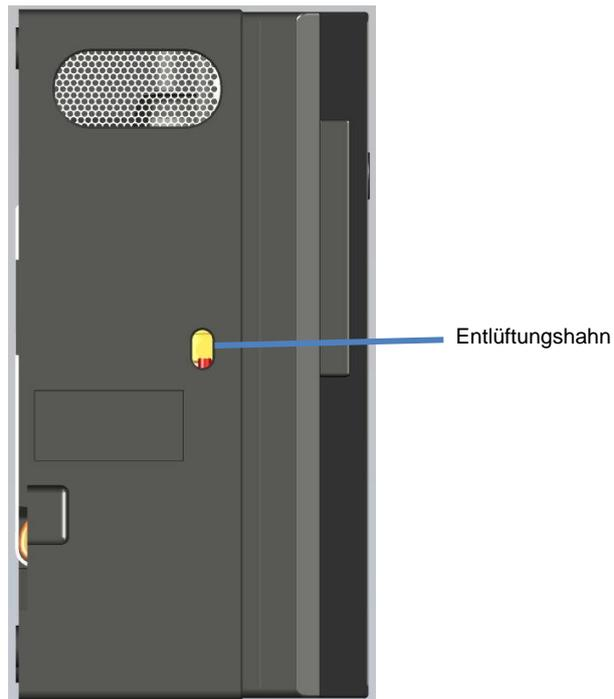

Abbildung 12: Entlüften der Pumpe
2. Entlüftungshahn der Pumpe mittels beiliegenden Steckschlüssels ca. 3-4 Umdrehungen öffnen und 1 Minute geöffnet lassen, bis Wasser aus dem Entlüftungsschlauch links unten austritt, siehe Abbildung 12.